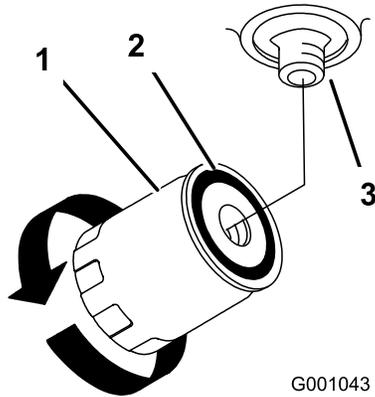

Figura 76
3. Aplique una capa fina de aceite hidráulico a la junta de goma sobre el filtro nuevo (Figura 76).
hasta que la junta de goma entre en contacto con el adaptador del filtro, luego apriete el filtro media vuelta más (Figura 76).